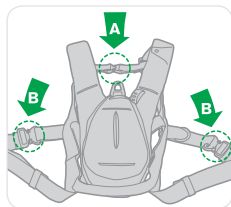

Рисунок 11
- Проденьте руки через плечевые ремни и застегните нагрудную пряжку (A) (рис. 11).
- Застегните пряжки ножных лямок (B) (рис. 11). Отрегулируйте ножные ляжки, протянув ляжки через пряжки, чтобы обеспечить плотность пригонки (рис. 14).